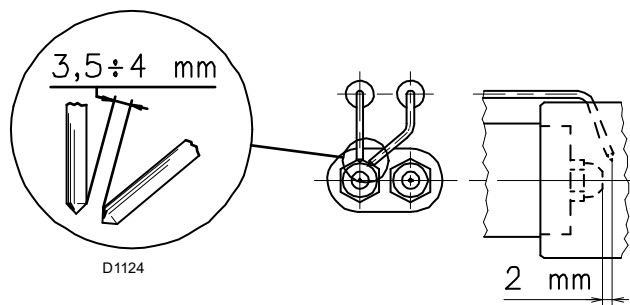

Abb. 14
Prüfen Sie, dass die Elektroden gemäß (Abb. 14) positioniert sind und die angegebenen Abmessungen eingehalten werden.
- Die Düse für die 1. Betriebsstufe ist die, die sich unter den Zündelektroden befindet Abb. 14 auf Seite 18.